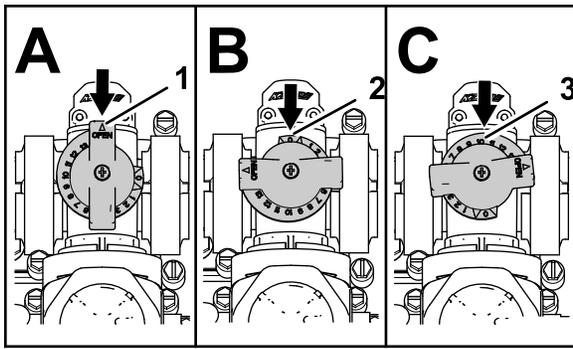

Figura 23
- La Figura 23 A muestra la válvula de desvío de la agitación en la posición totalmente abierta.
- La Figura 23 B muestra la válvula de desvío de la agitación en la posición cerrada (0).
- La Figura 23 C muestra la válvula de desvío de agitación en una posición intermedia (relativa al manómetro del sistema de fumigación).